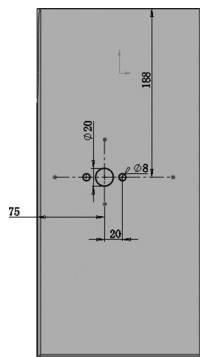

图 6-17 拉伸切除草图
STEP 4 进入两侧钣金件的一个平面的草绘模式，绘制如图 6-17 所示的草绘图形，再使用此图形执行“完全贯穿”的拉伸切除操作即可（之所以在最后执行此处的拉伸切除操作，主要考虑到此处需要连接旋转轴，所以应考虑轴心对齐的问题）。